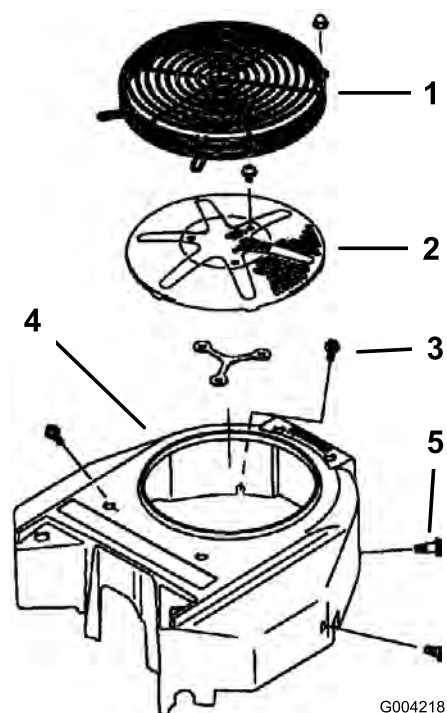

Figura 43
3. Retire la rejilla de entrada de aire, el arrancador de retroceso y la carcasa del ventilador (Figura 43).
5. Instale la rejilla de entrada de aire, el arrancador de retroceso y la carcasa del ventilador (Figura 43).